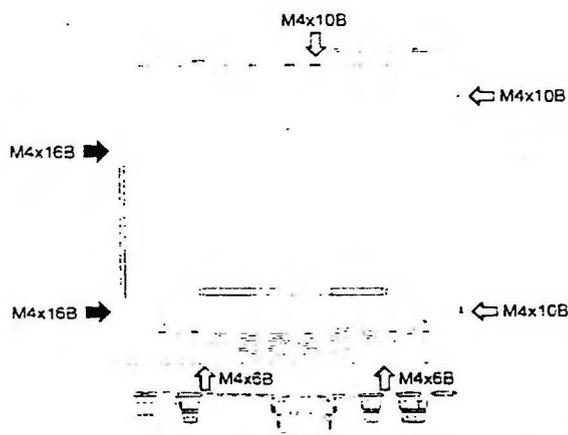

Рис. 1
1. Снимите ручку для переноски и нижнюю крышку трансивера (Рис.1). Убедитесь, что откручены винты, фиксирующие тыловую панель.